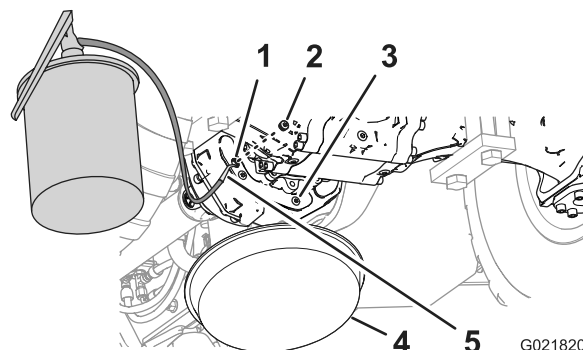

Bild 75
5. Setzen Sie eine der Schrauben in die Ablassöffnung des Getriebes ein (Bild 75).
6. Füllen Sie Öl der angegebenen Sorte durch die Schauglasöffnung in das Getriebe, bis der Ölstand an der Unterseite des Schraubengewindes der Öffnung liegt (Bild 75).
8. Setzen Sie die verbleibende Schraube in die Schauglasöffnung des Getriebes ein (Bild 75).